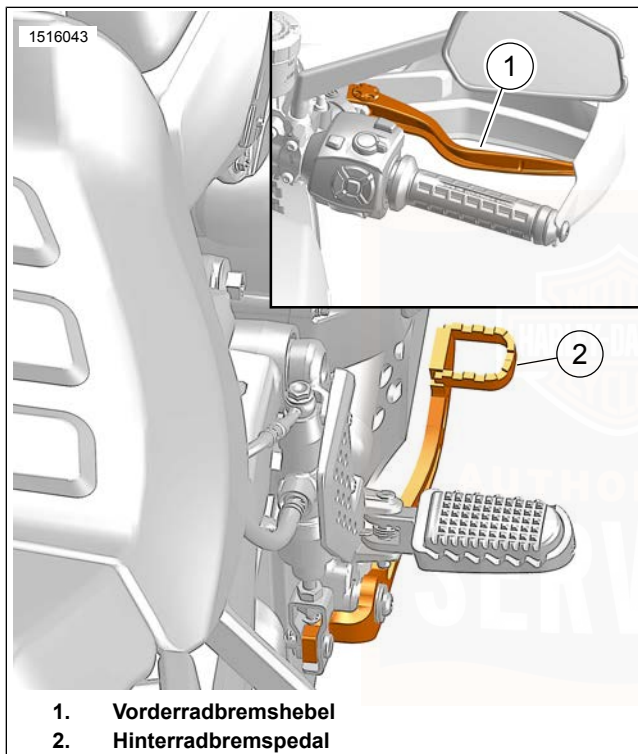

Abbildung 44. Bedienungselemente für Bremsen
Siehe Abbildung 44. Mit dem Vorderradbremshel (1) wird die Vorderradbremse betätigt. Der Hel befindet sich am rechten Lenker. Den Handhebel mit den Fingern der rechten Hand betätigen.
Siehe Abbildung 44. Mit dem Hinterradbremspedal (2) wird die Hinterradbremse betätigt. Das Pedal befindet sich auf der rechten Seite. Das Hinterradbremspedal mit dem rechten Fuß betätigen.